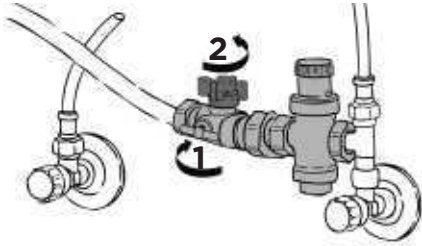

Abb. 55
1. Schließen (Abb. 55/1) und öffnen (Abb. 55/2) Sie das Absperrventil am Wasserdruckminderer, um die Funktionsfähigkeit des Ventils aufrechtzuerhalten.
1. Trennen Sie die Wasserzufuhr. Schließen Sie dazu das Absperrventil am Wasserdruckminderer (Abb. 55).